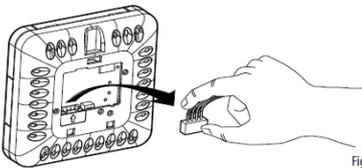

Fig. 2
2. Ziehen sie den 4-poligen Stecker vom vorderen Teil (Abb.2)